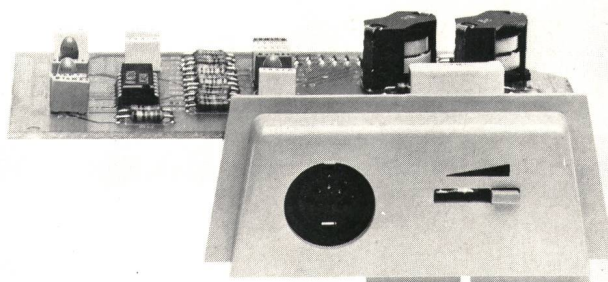

Fig. 13
- Interface zu einem Aufzeichnungsgerät oder Verstärker (NF-Anschluss, Fig. 13)
- interface pour un appareil d'enregistrement ou un amplificateur (raccordement BF, fig. 13)